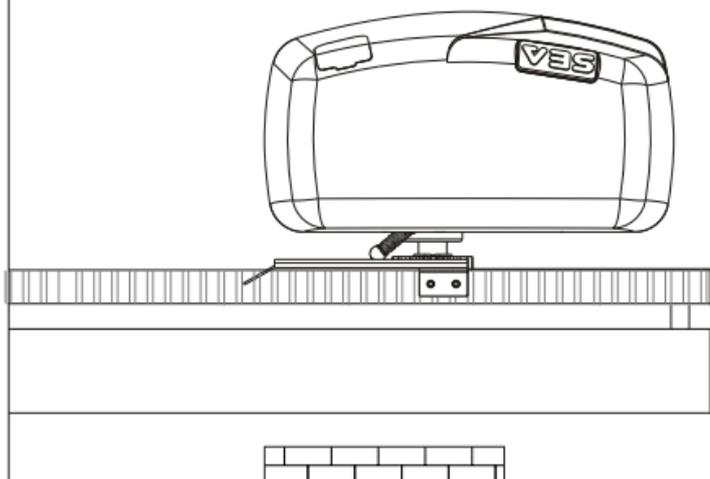

Fig. 10
6.1. Llevar la cancela en completa apertura y posicionar la plaquita sobre la cremallera en modo de tener la palanquita del final de carrera mecánico (Fig.10) en correspondencia con el soporte y fijarla con los tornillos (Fig. 11).